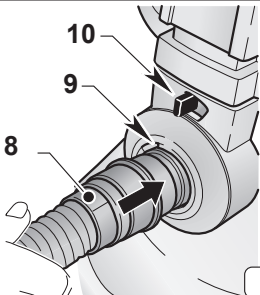

Fig. 6
- Вставить до ограничителя муфту (8 Рис. 6) всасывающего шланга в патрубок (9 Рис. 6), расположенный на баке.
- Для отсоединения муфты (8 Рис. 6) сместить рычажок (10 Рис. 6) по часовой стрелке, затем потянуть муфту по направлению наружу (8 Рис. 6).